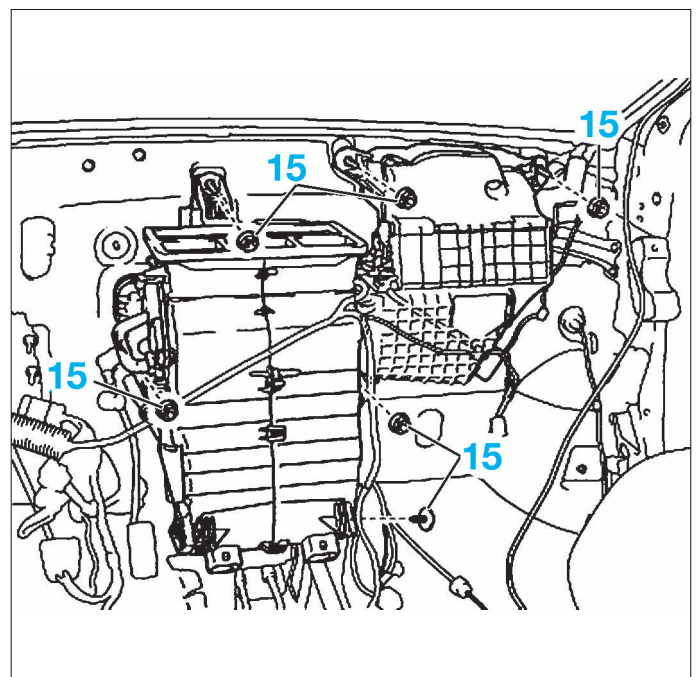

FIG. 15
- Dévisser les vis et écrous de fixation (15) (fig. 15).